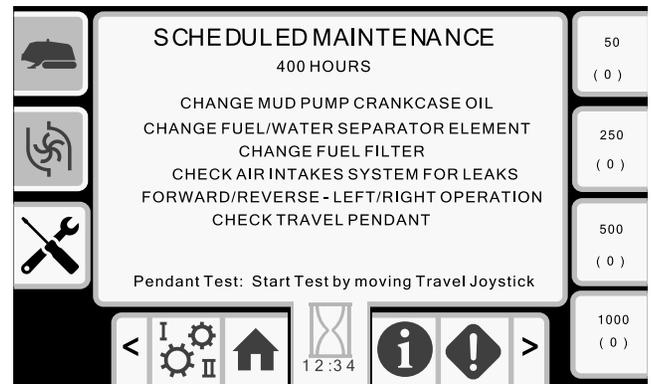

Figura 50
- Botón 7 – Programa de mantenimiento de 400 horas (Figura 50)